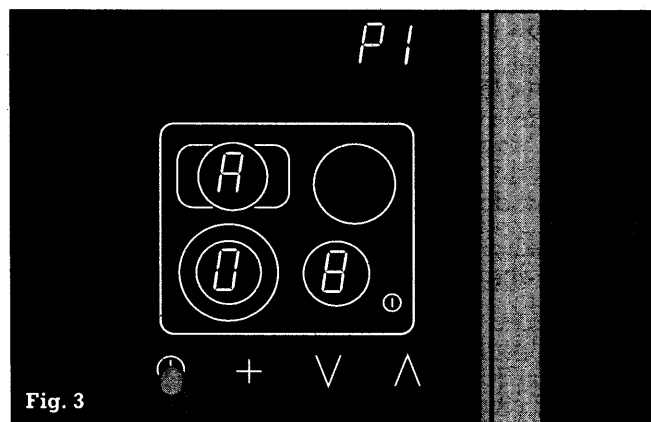

Fig. 3
- Accione el símbolo temporizador **⌚**, para guardar el valor. Suenan una señal acústica y **P I** brilla de modo constante (Fig. 3).